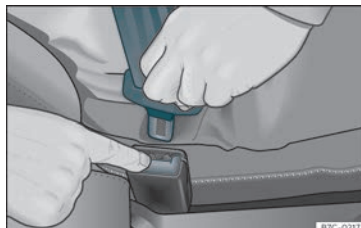

Fig. 10 Deixar anar la llengüeta del tancament del cinturó.
- Premeu la tecla vermella del tancament »» fig. 10. La llengüeta saltarà del tancament.